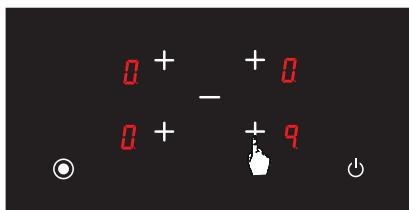

Рис. 9
2. Встановіть рівень потужності зони відповідної конфорки в значення  (Див. рис. 9).